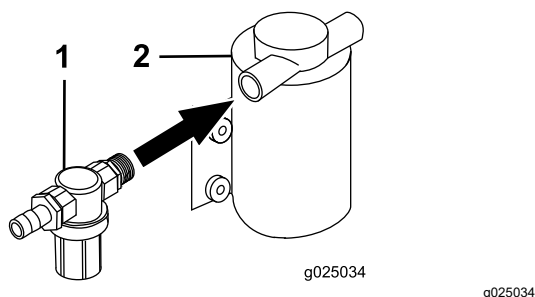

Figure 22
2. Montez le filtre sous pression sur l'embout fileté de la pompe de rinçage (**Figure 22**).